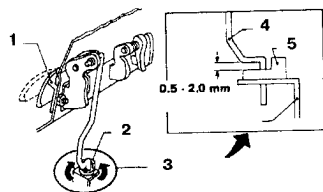

Рис. 11.10 Регулировка внешней ручки передней двери (См. Раздел 13)
8. Установка проводится в обратном порядке снятия. Отрегулируйте внешнюю ручку двери, как показано на Рис. 11.10.